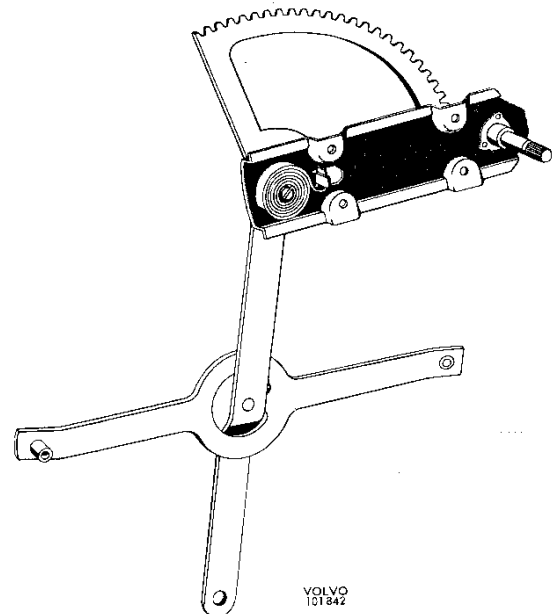

Fig. 8-13. Opdraaimechaniek
6. Verwijder de bevestigingsschroeven voor het raammechaniek, zie Fig. 8-6, en haal het uit het portier, zie Fig. 8-13.